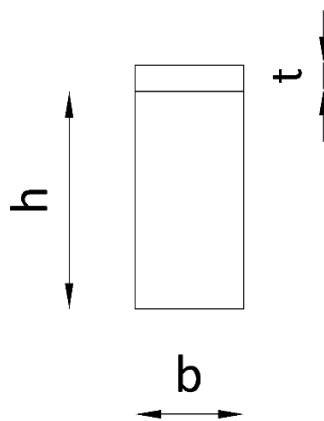

Figura 3
- Se decide reforzar la sección con una chapa de un material 2 de espesor  $t = 2 \text{ cm}$  y base  $b = 15 \text{ cm}$ . La nueva sección se muestra en la figura 3. Las propiedades del material 2 son:  $E_2 = 200 \text{ GPa}$ ,  $\sigma_{adm} = 140 \text{ MPa}$ .